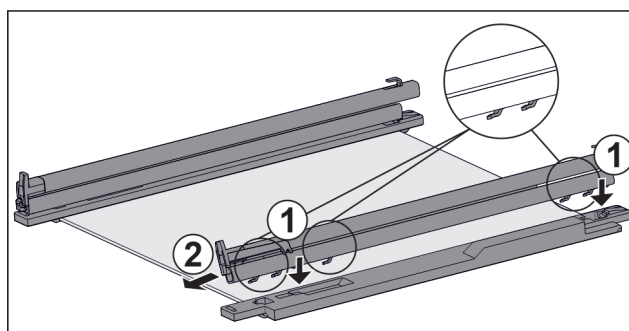

Fig. 121 Стъклена плоча с релси и задържащи части
- ▶ Поставете куките на релсата върху отворите на лявата задържаща част. Fig. 121 (1)
- ▶ Издърпайте релсата напред. Fig. 121 (2)
- ▶ Поставете куките на релсата върху отворите на дясната задържаща част. Fig. 121 (1)